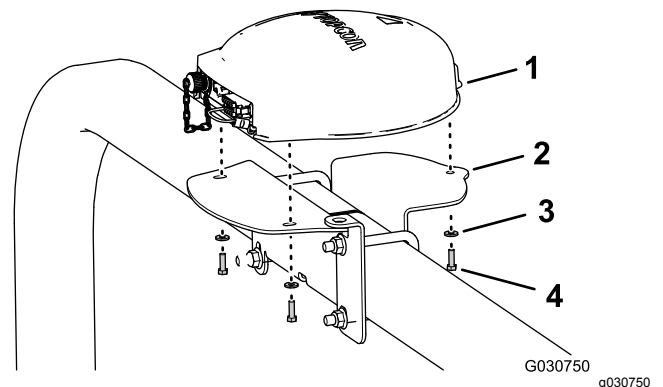

Figura 151
4. Alinee los 3 orificios roscados de la base del receptor de navegación con los 3 orificios del soporte del receptor (Figura 151).
5. Monte el receptor en el soporte (Figura 151) con 3 pernos de cabeza hexagonal (5 x 16 mm) y 3 arandelas (5 mm).